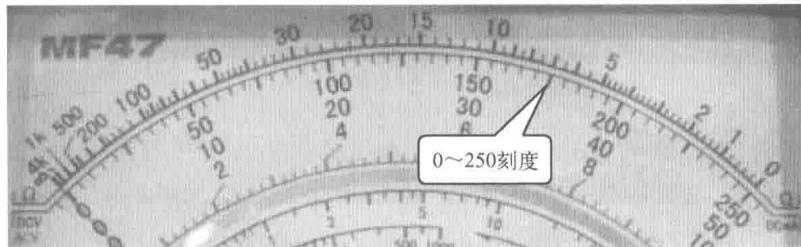

图 1-19 MF-47 型万用表的电压挡刻度线
**2) 电压挡的刻度线** 指针式万用表电压挡的刻度线在电阻挡刻度线的下方，它的刻度线是线性的，从左到右是 0~250。如图 1-19 所示是 MF-47 型万用表的电压挡刻度线。